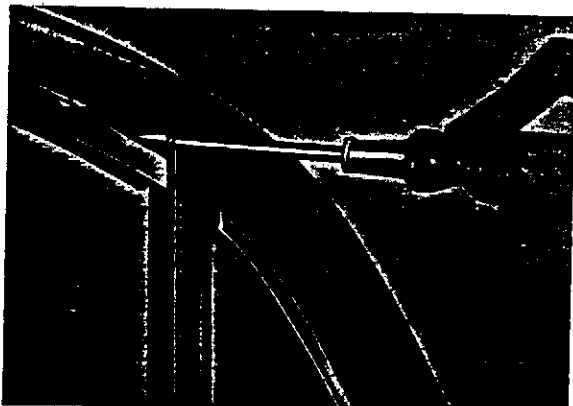

Abb. 33 Lösen der oberen Führungsleiste
4. Obere Führungsleiste mit einem Schraubenzieher lösen, siehe Abb. 33.